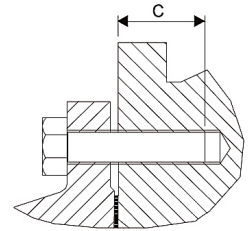

Abb. 7 | Einschraublänge C
- Schrauben nach ISO 4014 (siehe Abb. 7 und Tabelle 3).